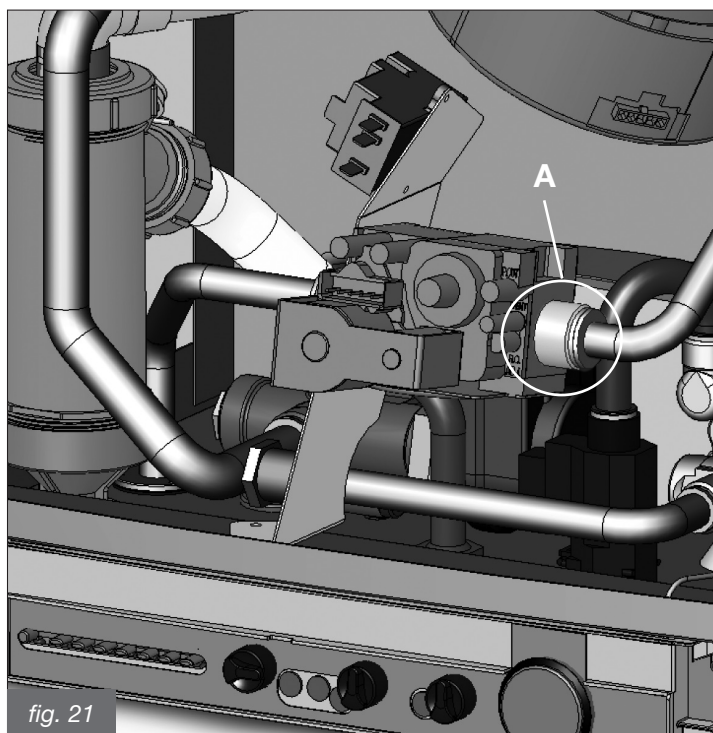

fig. 21
- svitare il collegamento in uscita alla valvola gas (A in fig. 21);
- ricollegare il collegamento in uscita alla valvola gas (A in fig. 21);